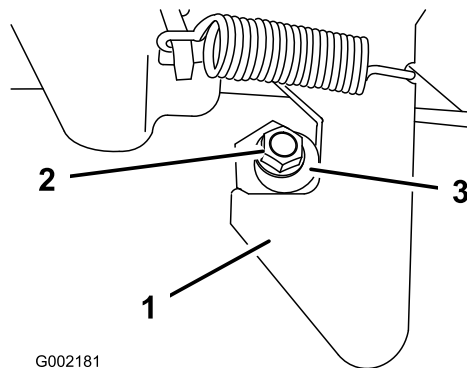

Рисунок 57
1. Ослабьте затяжку контргайки в конце стойки защелки (Рисунок 57).
2. Поверните стойку защелки по часовой стрелке, пока она не будет плотно прижата к крючковой части защелки (Рисунок 57).